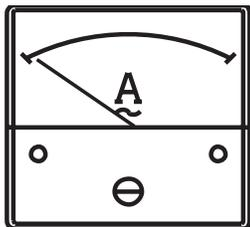

Figure 32. Ampèremètre (sans charge)
9. L'ampèremètre (Figure 32) affichera **zéro ampère** sans aucune charge appliquée. Lorsqu'une charge est appliquée, l'ampèremètre indiquera la quantité de courant que la charge tire du générateur.